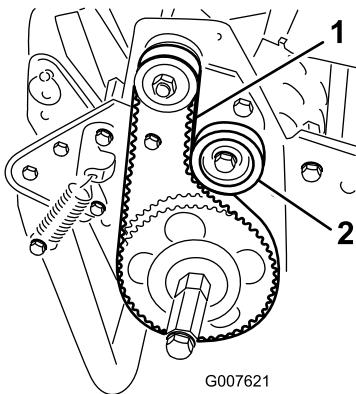

Figura 44
2. Compruebe la tensión presionando la correa en el punto intermedio entre las poleas (Figura 44) con una fuerza de 18 a 22 N.
- A. Afloje la tuerca de montaje de la polea tensora y pírote la polea tensora en sentido horario contra la parte trasera de la correa, hasta obtener la tensión deseada (Figura 44).